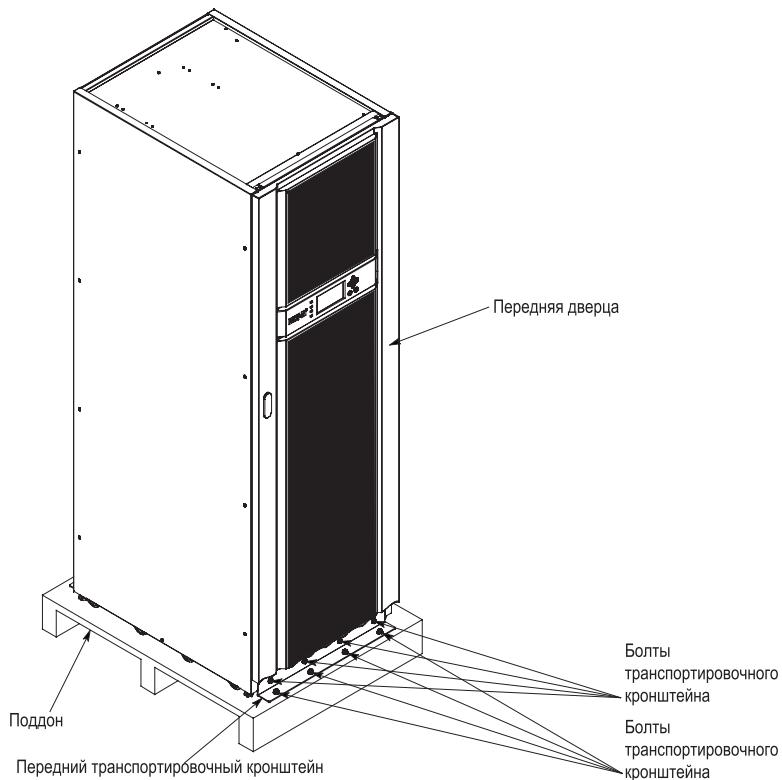

Рис. 4-1: Снятие лицевой транспортировочной скобы.
2. Извлеките четыре болта, крепящие лицевую транспортировочную скобу к шкафу, и болты, крепящие скобу к поддону (см. рисунок 4-1). Снимите лицевую транспортировочную скобу. При перманентной установке шкафа сохраните транспортировочную скобу и болты для последующего применения.
11. Используя имеющиеся детали, снова прикрепите транспортировочные скобы, снятые на шагах 2 и 5, с лицевой и задней стороны шкафа ИБП таким образом, чтобы угол был направлен в наружную сторону (см. рисунок 4-1 и 4-3).